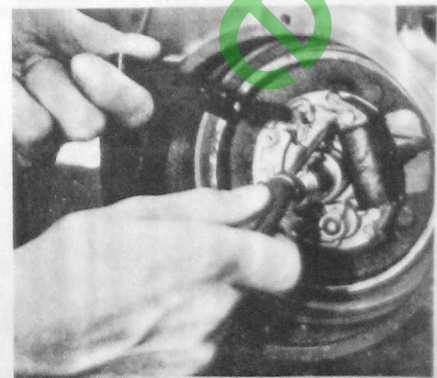

Fig. 41
3. Fühlerlehre zwischen die Kontakte schieben (Fig. 41)
3. Insert feeler gauge between the contacts (Fig. 41).